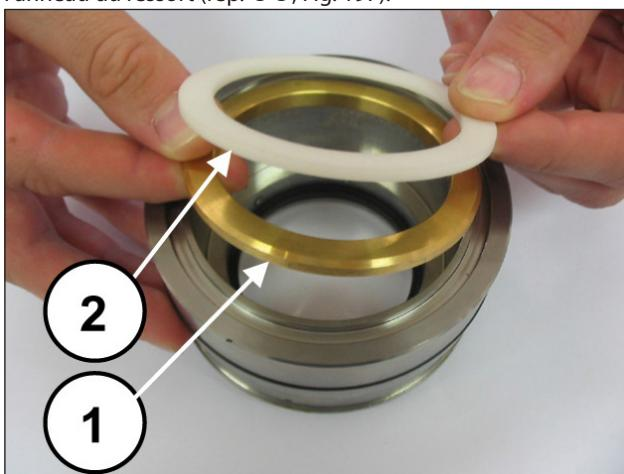

Fig. 195
Monter l'anneau de support et la bague anti-extrusion (rep. ①②, Fig. 195), les trois presse-étoupes, en s'assurant que les entailles se trouvent à 120° l'une par rapport à l'autre (rep. ①, Fig. 196), l'anneau racleur des presse-étoupes et l'anneau du ressort (rep. ①②, Fig. 197).